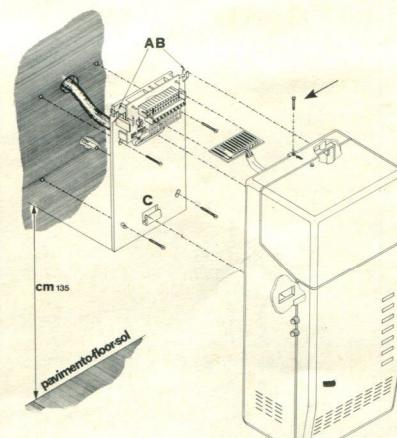

Fig. 6
**Installazione:** (vedi fig. 6)
**Installation** (voir fig. 6)